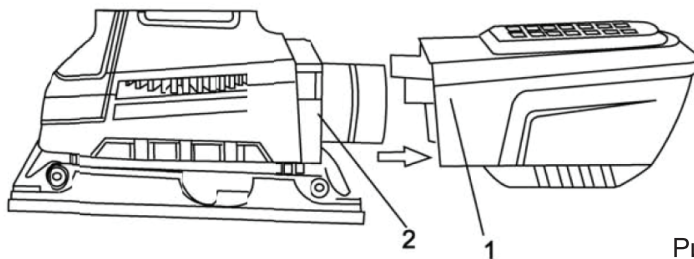

Рис. 3
1. Совместите пазы на патрубке пылесборника 1 (Рис. 3) с выступами на патрубке машины 2 (Рис. 3) и вставьте до упора патрубок машины в патрубок пылесборника